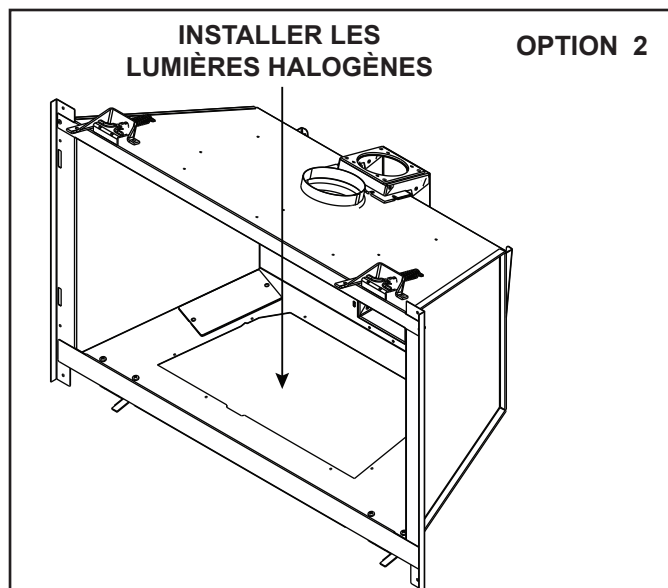

Figure 6.7 Via l'ouverture de la plaque de vanne (Option 2)
- Retirez la façade de l'appareil, la vitre, les registres, le plateau de base, le module du brûleur et la plaque de vanne. Voir la figure 6.7.